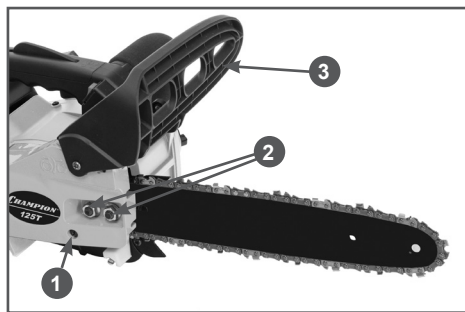

Рис. 2 Снятие крышки шины
1. Перед установкой шины и цепи убедитесь в том, тормоз цепи находится в расторможенном положении. Для этого рукоятку тормоза (3) Рис. 2 потяните на себя до щелчка.
2. Открутите гайки крепления крышки шины (2) и снимите крышку шины.